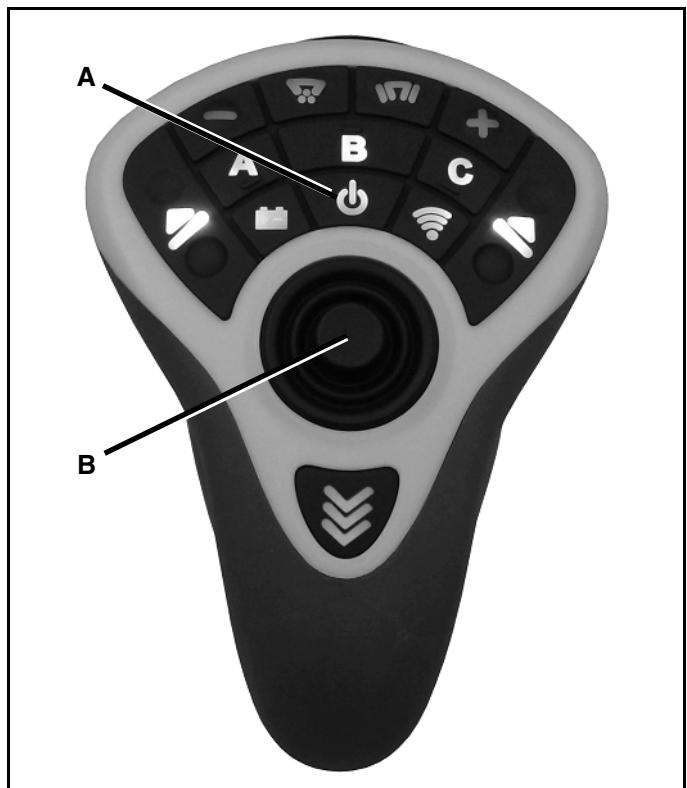

Abb. 1-14
1. Die mittlere Taste direkt über dem Joystick (Abb. 1-14 A) ist die Ein-/Aus-Taste. Drücken Sie die Power-Taste für drei Sekunden, um die Steuerung einzuschalten. Um sie wieder auszuschalten drücken Sie die Power-Taste erneut und so lange bis die Hintergrundbeleuchtung erlischt.
2. Die Joystick-Taste in der Mitte des ProControl II™-Senders (Abb. 1-14, B) aktiviert die Funktionen Anheben, Absenken, Schwenken nach links und rechts. Durch Drücken des Joysticks nach vorn (zur Oberseite hin) wird der Schneepflug abgesenkt. Durch Ziehen des Joysticks nach unten wird der Schneepflug angehoben. Dies ist die Werkseinstellung für die Steuerung. Die Steuerung kann so programmiert werden, dass die Anhebe- und Absenkfunctionen umgekehrt werden. D. h. wenn der Joystick nach vorn gedrückt wird, hebt sich der Schneepflug, und wenn der Joystick nach hinten gezogen wird, senkt sich der Schneepflug ab (Siehe Schritt 4).